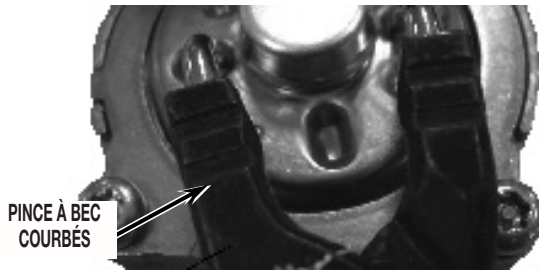

FIGURE 7
8. Pour la rotation, placer une pince à bec recourbé dans les encoches du couvercle. Voir la Figure 7.